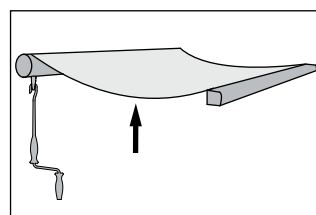

Abb. 1
**!** Die Getriebebremse kann nicht punktgenau eingestellt werden. Sollte im ausgefahrenen Zustand das Markisentuch durchhängen (Abb. 1), die Markise so weit wieder einfahren, dass das Tuch gespannt ist (Abb. 2).